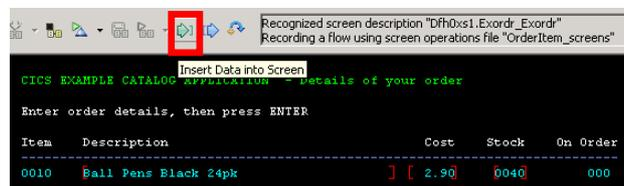

Abbildung 39
- Damit auch diese Felder erkannt werden, muss wieder auf das **Insert Data into Screen** Icon geklickt werden (Abbildung 39).